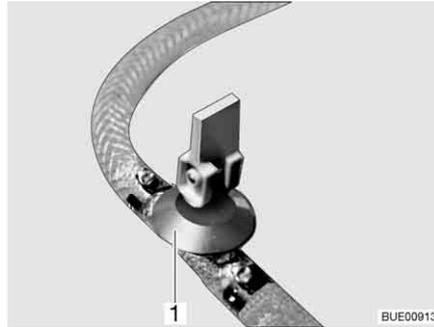
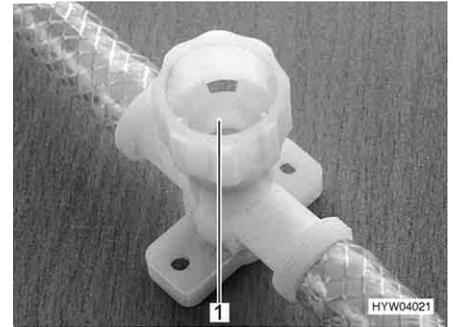

Fig. 210 Llave de desagüe (con balancín)
Fig. 211 Llave de desagüe (con tapa giratoria)
- Cerrar todas las llaves de desagüe. Para esto, poner el balancín de la llave de desagüe (Fig. 210,1) en posición horizontal o girar la tapa de la llave de desagüe (Fig. 211,1) en el sentido de las agujas del reloj.